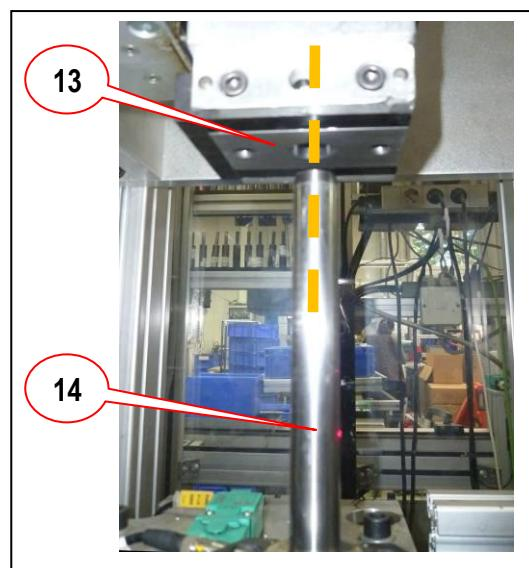

Bild 6
- Lehrdorn (14) in der Ausrichtbuchse nach oben schieben und die Ausrichtung (Flucht) zur Ausrichtplatte (13) prüfen (**Bild 6**).